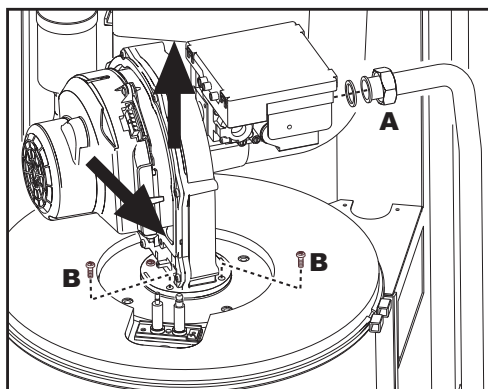
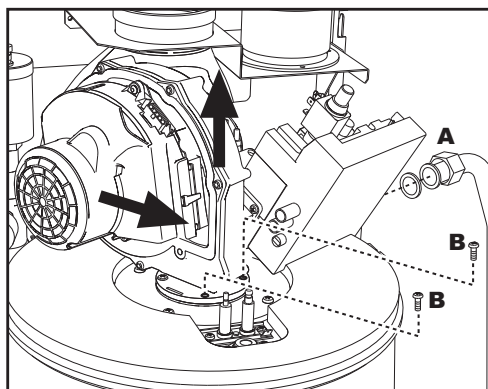

fig. 54 - modèle ENERGY TOP B 80 - 160
fig. 55 - modèle ENERGY TOP B 125 - 250
4. Dévisser le papillon "A" de fixation de la vanne de gaz (fig. 54 et fig. 55).
5. Dévisser les deux vis "B" de fixation, puis ôter le groupe du ventilateur, comme indiqué sur fig. 54 pour le modèle **ENERGY TOP B 80 - 160** et fig. 55 pour le modèle **ENERGY TOP B 125 - 250**.